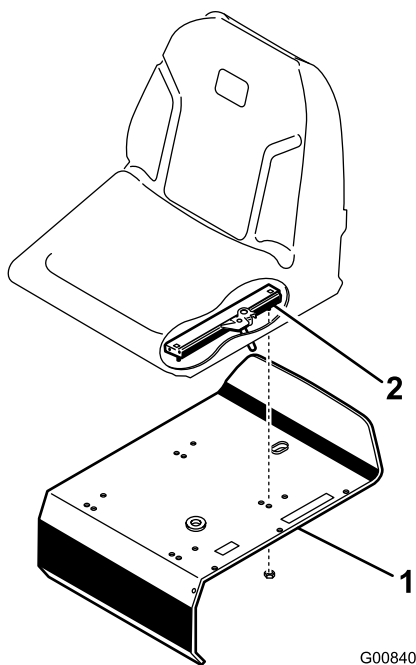

Figura 3
3. Fixați glisierile scaunului la suportul scaunului cu contrapiuliile (5/16") furnizate în piesele cu ajustaj larg (Figura 3).